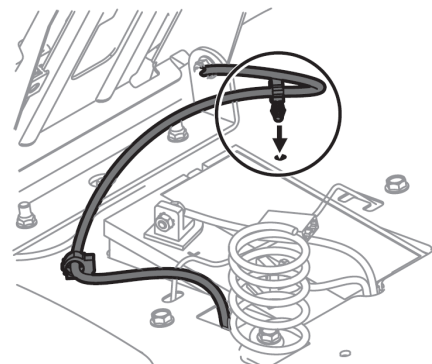

Figure 4
5. ハーネスに取り付けられたハーネスクリップを使用して、図4に示すように、ハーネスクリップを所定の位置にスナップして、フェンダーに余分なワイヤーを取り付けます。